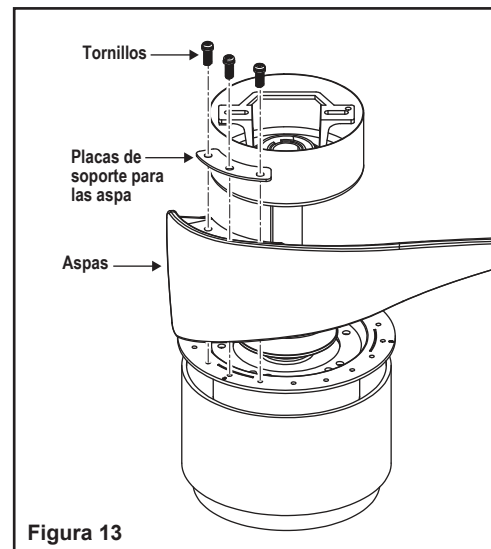

Figura 13
Paso 1. Sujete la hoja al motor con las placas de soporte de la hoja y los tornillos proporcionados. ¡Asegúrese de que los tornillos estén APRETADOS! Los tornillos del motor flojos pueden contribuir a zumbidos o oscilaciones innecesarios durante el funcionamiento. (Figura 13)